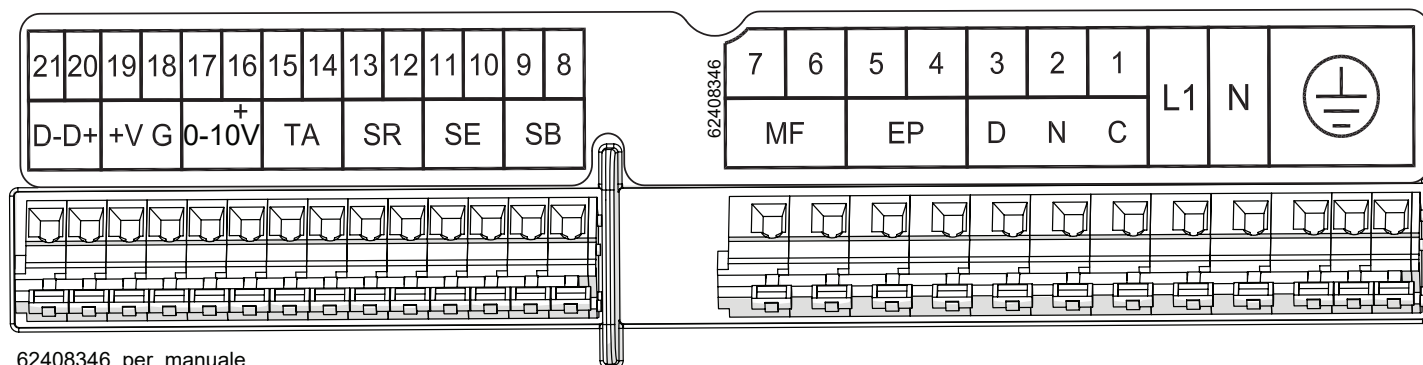

Figura 5-8 - Collegamenti elettrici
Legenda Figura 5-8
Quando non è diversamente specificato fare riferimento a Figura 5-8.
- 3.-collegare i due capi del cavo ai morsetti "16" e "17" (Figura 5-8);